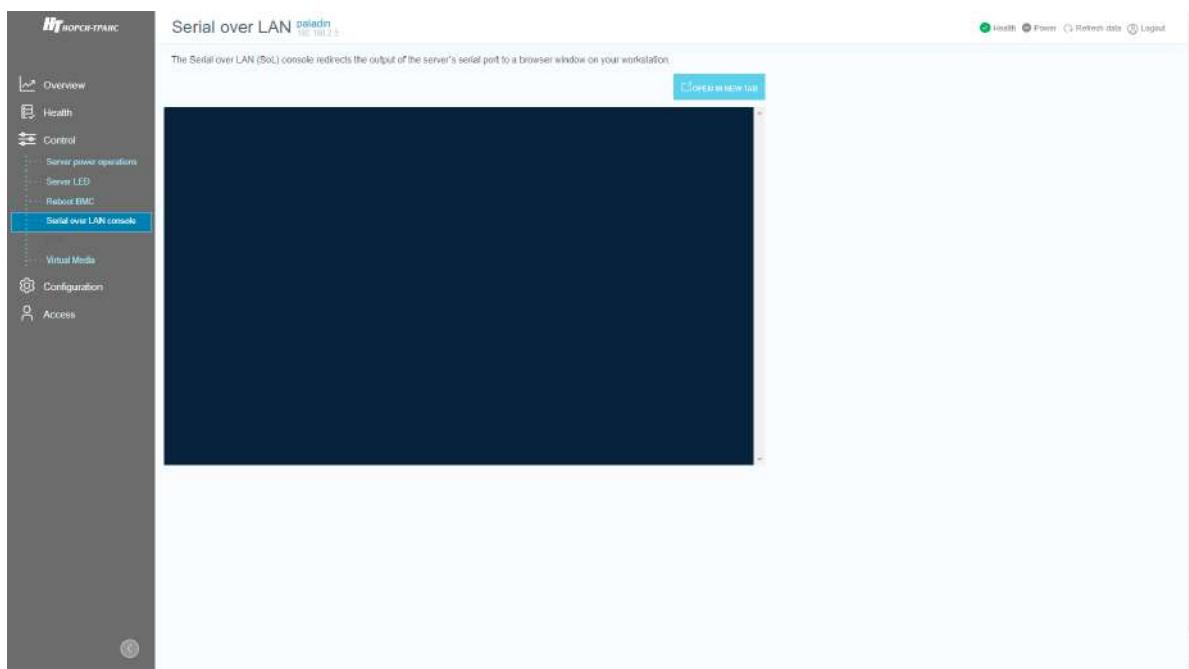

Рис. 75. Окно «Reboot BMC»
- 5) Пройдите во вкладку «Control» → «Serial over LAN» в данной вкладке осуществляется перенаправление выходных данных последовательного порта сервера в окно браузера вашей рабочей станции. Окно показано на рис. 75 Окно «Reboot BMC»